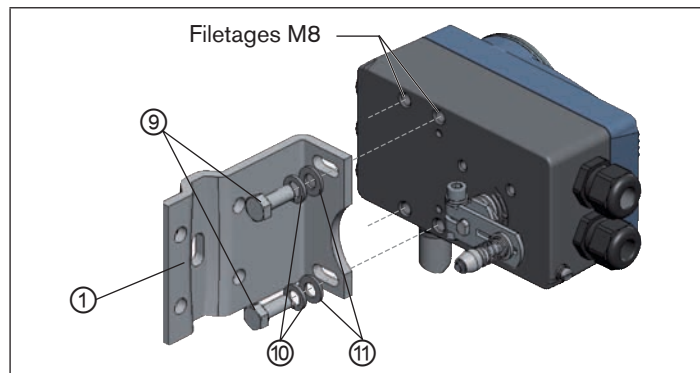

Fig. 9 : Fixer l'équerre de montage
- Fixer l'équerre de montage ① avec les vis à tête hexagonale ⑨, la rondelle élastique ⑩ et les rondelles ⑪ au dos du positionneur (voir « Fig. 9 »).